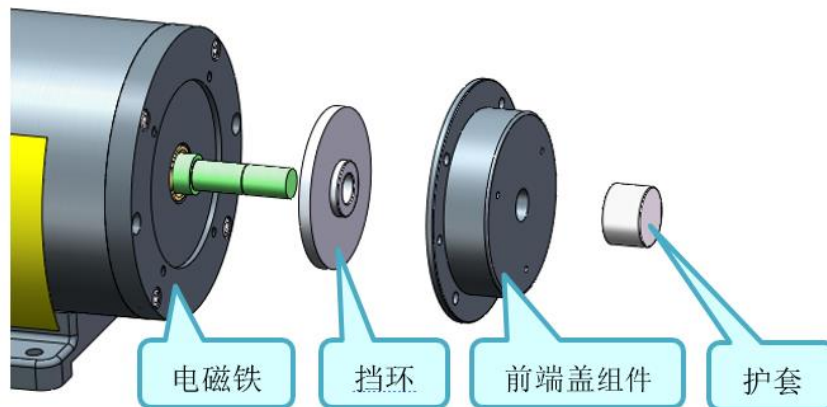

图 D-17
- 2) 将挡环及前端盖组件装入，锁紧螺栓。注意，挡环方向！如图 D-17 所示；